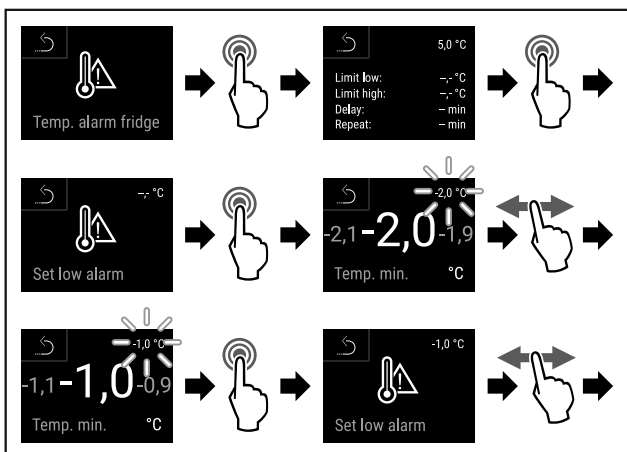

Fig. 140
- ▶ Efectuați pașii de acțiune (vezi Fig. 140).